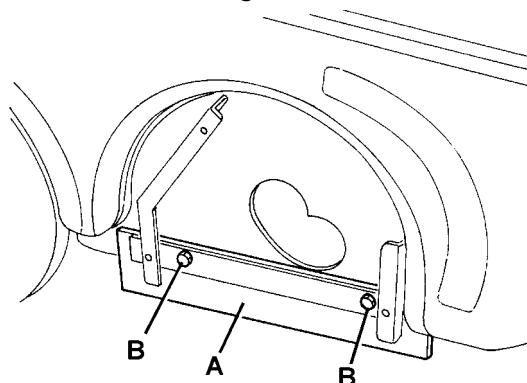

Figure 18
9. Enlever la courroie (42) du balai central de la poulie (44) ; pour faciliter l'opération, tourner la poulie (44) en agissant manuellement sur le ventilateur (46).
10. Enlever les vis (25), puis enlever le couvercle droit (24) avec la courroie (42).
11. Régler la hauteur du volet (A, Fig. 18) en utilisant ses orifices oblongs (B).